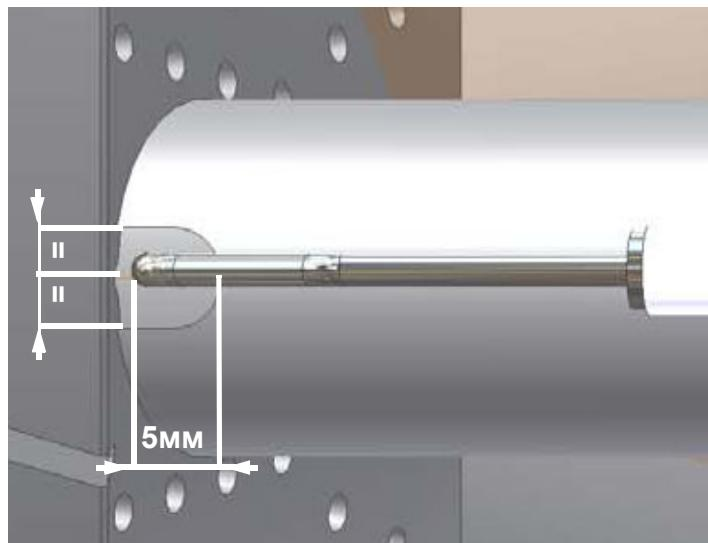

Рис. 12
- 2) отсоединить кабель (CE) электрода (E);
- 4) расслабить винт (B) опоры сопла, который крепит запальный электрод (E) на запальнике горелки (P);
- 5) вынуть электрод и заменить его, выдерживая размеры, указанные на Рис. 12.